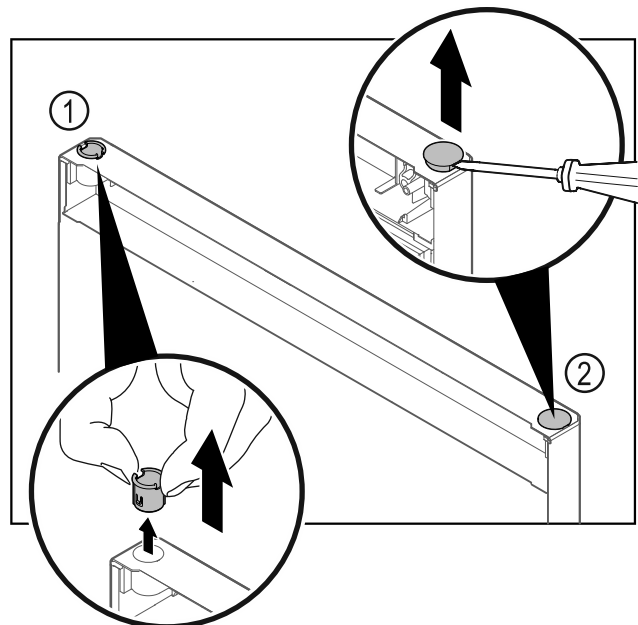

Fig. 27 Dør kjøleseksjon
- Trekk ut hengselbøssingen Fig. 27 (1) med fingrene.
- Løft dekkstøpset Fig. 27 (2) forsiktig opp med en skruetrekker, og trekk det av.